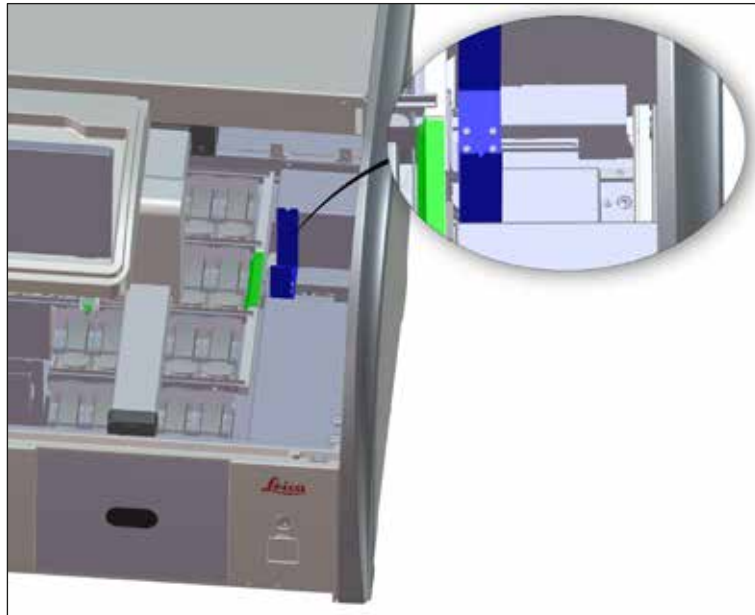

Bild 96
- Kontrollera överföringsstationen (→ "Bild 96") regelbundet för att se om det finns kvarvarande reagenser i den. Rengör den med ett kommersiellt mildt, pH-neutralt rengöringsmedel vid behov.